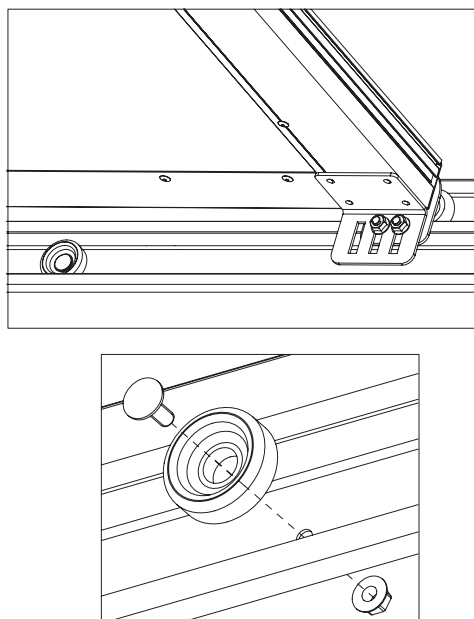

Рис. 45
- установить демпфер и закрепить его при помощи болта М6×16 с полукруглой головкой и гайки (рис. 45). Демпферы устанавливаются на левой и правой направляющих.